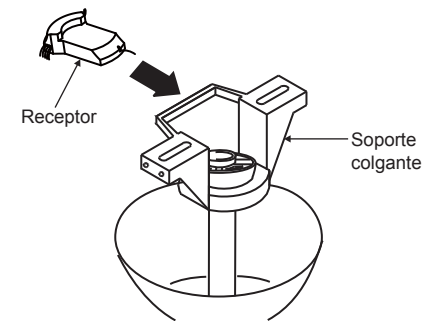

Fig. 12
Paso 3. Inserte el receptor en el soporte de montaje para cielorraso con el lado plano del receptor mirando al techo. (Fig. 12) Para un mejor desempeño, asegúrese de que la antena negra, al final del receptor, permanezca extendida y no se enrosque con ningún cable eléctrico.